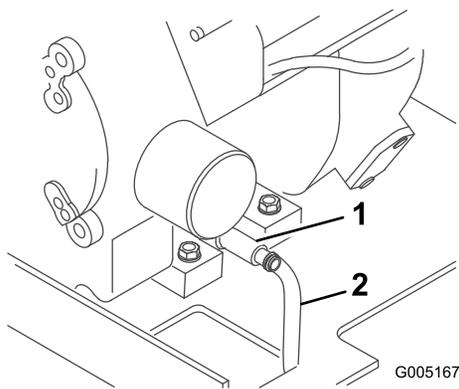

Bild 25
4. Stecken Sie ein Ende des Schlauchs auf das Ablassventil und das andere Ende in eine Wanne (Bild 25).
5. Öffnen Sie das Ablassventil durch drehen gegen den Uhrzeigersinn und gleichzeitiges herausziehen (**Bild 25**).